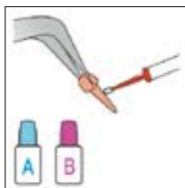

図21
- ② ジーシー セラミックプライマーA液、B液を5秒間混和した後、レジンポストコア全体に塗布し図21、エアーで乾燥します。